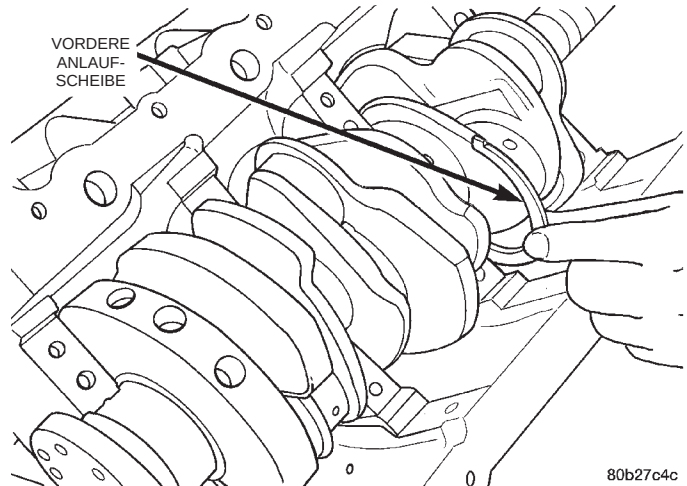

Abb. 47 Anlaufscheibe montieren
- (1) Kurbelwelle einbauen.
- (2) Kurbelwelle bis zum Anschlag nach vorn schieben. Vordere Anlaufscheibe schmieren und mit einer rollenden Bewegung in ihre Einbauposition auf dem gefrästen Absatz zwischen Hauptlagersteg 2 (Oberteil) und Anlauffläche der Kurbelwelle bringen (Abb. 47).
(3) Kurbelwelle bis zum Anschlag nach hinten schieben. Hintere Anlaufscheibe schmieren und die Scheibe mit einer rollenden Bewegung in ihre Einbauposition auf dem gefrästen Absatz zwischen Hauptlagersteg 2 (Oberteil) und Anlauffläche der Kurbelwelle bringen.